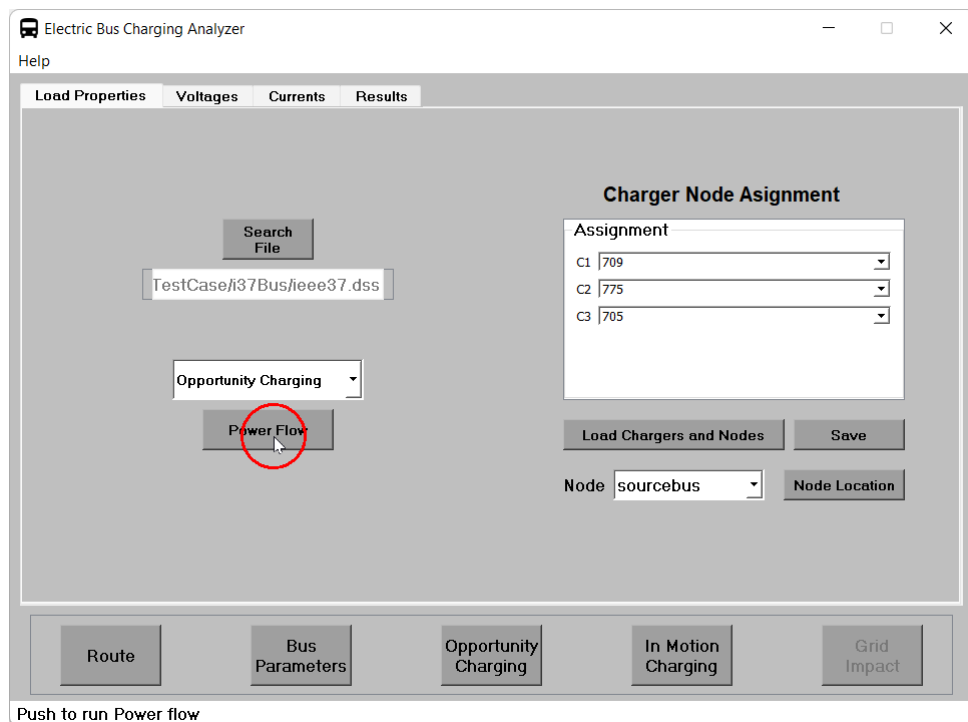

Figura 56: Flujo de potencias.
8. Se presiona el botón **Power Flow** como se muestra en la figura 56 para simular un flujo de potencia del circuito.